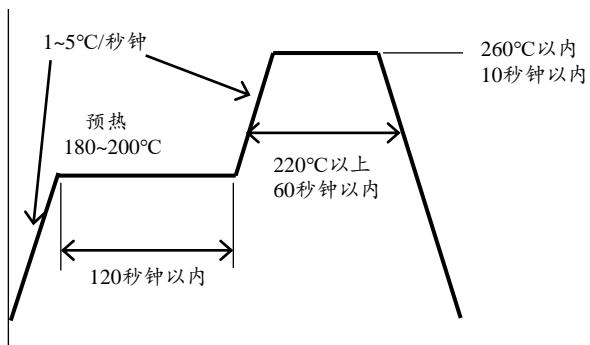

图9. 回流焊温度条件（日亚推荐）
- 2) 关于回流焊温度曲线，应该在参考图9的基础上，根据使用的焊料进行设定。